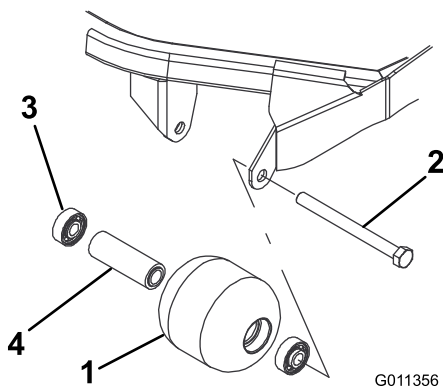

Figura 73
1. Retire o parafuso de montagem do rolo (Figura 73).
estão danificados (Figura 73). Substitua os componentes danificados e volte a montar.
1. Introduza o primeiro rolamento na estrutura do rolo (Figura 73). Empurre só a calha externa ou, então, exerça o mesmo tipo de pressão nas calhas interna e externa.
2. Coloque o espaçador (Figura 73)
3. Introduza o segundo rolamento na estrutura do rolo (Figura 73) exercendo o mesmo tipo de pressão nas calhas interna e externa até a calha interna entrar em contacto com o espaçador.